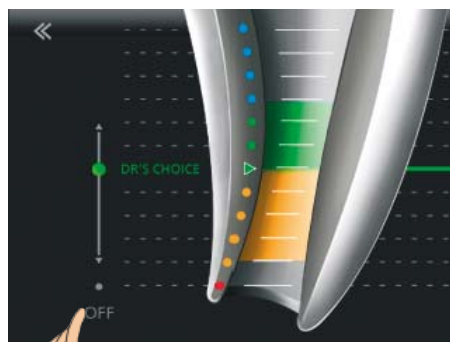

Рис. 25. Касание OFF
- Для того чтобы отключить линию DR'S CHOICE, вернитесь обратно в меню настроек, выберите функцию DR'S CHOICE и коснитесь OFF (отключить) (рис. 25).